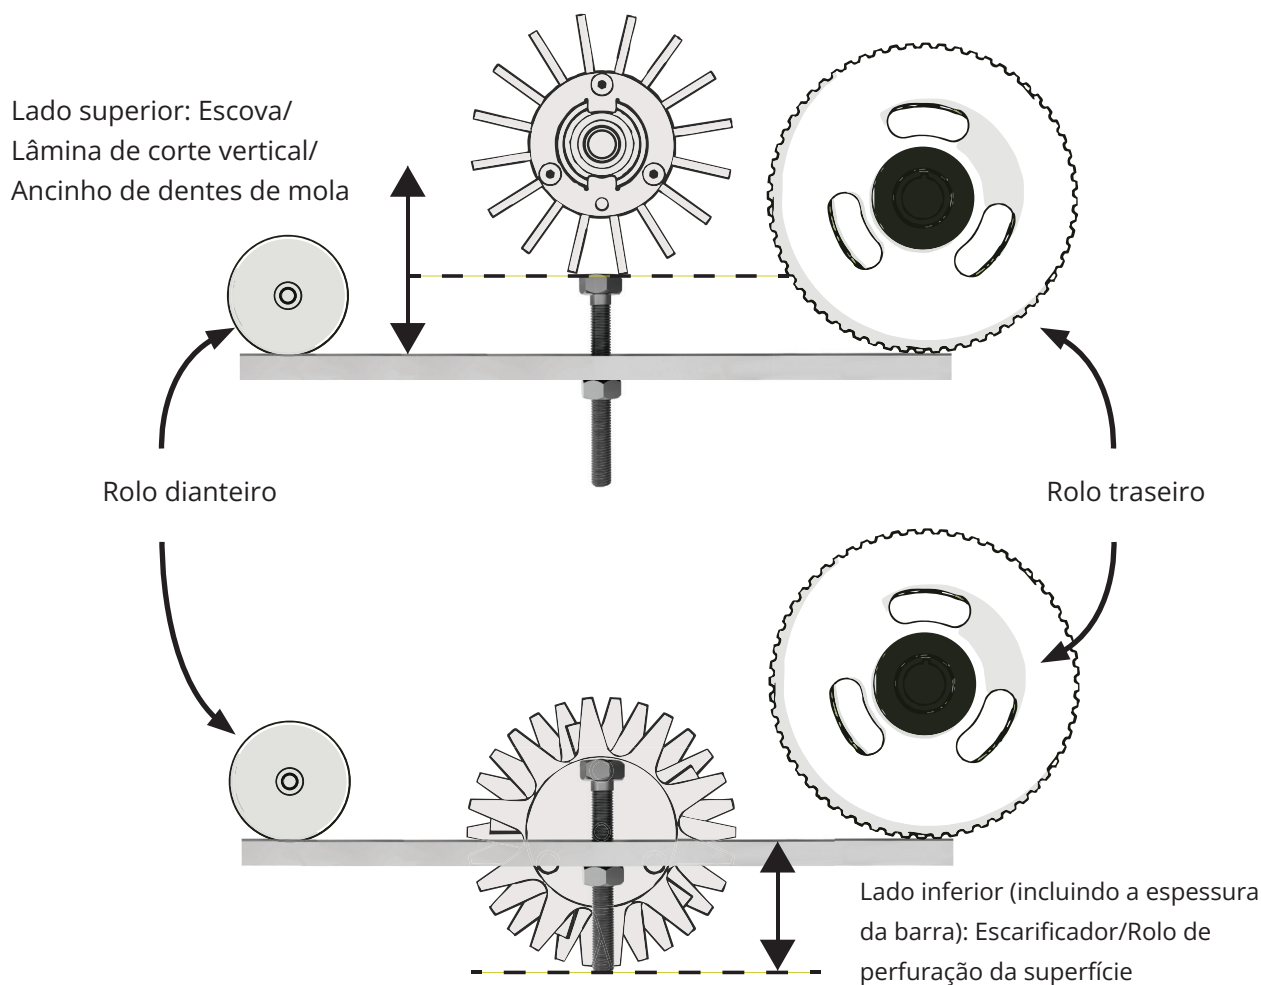

Fig. 13 – Medição da barra de ajuste para cassetes acima/abaixo do solo.
abaixo da barra de ajuste (até à cabeça ou à extremidade final, respetivamente) seja a pretendida (Fig. 13). Tenha em consideração:
- Rode a engrenagem dentada para elevar ou baixar o rolo dianteiro. Ao mesmo tempo que realiza este procedimento, posicione a barra de ajuste novamente entre o rolo dianteiro e o rolo traseiro. Pare de ajustar quando qualquer uma das pontas das cerdas da escova/lâminas de corte vertical estiverem niveladas com a cabeça do parafuso, ou quando as pontas do escarificador/rolo de perfuração da superfície estiverem niveladas com a extremidade final do parafuso. (Fig. 13). Aperte ligeiramente a porca de fixação superior.